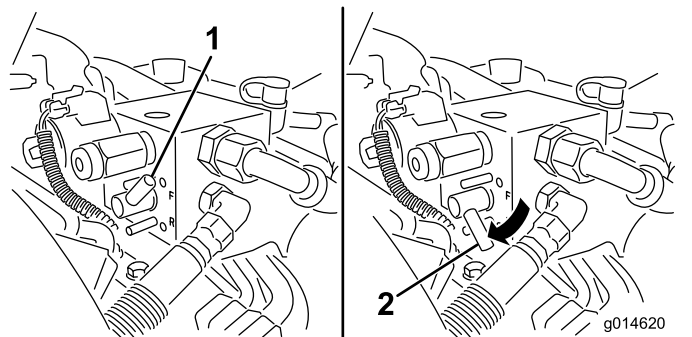

図 52
5. バックラップレバーを逆転R位置にセットする 図 52。